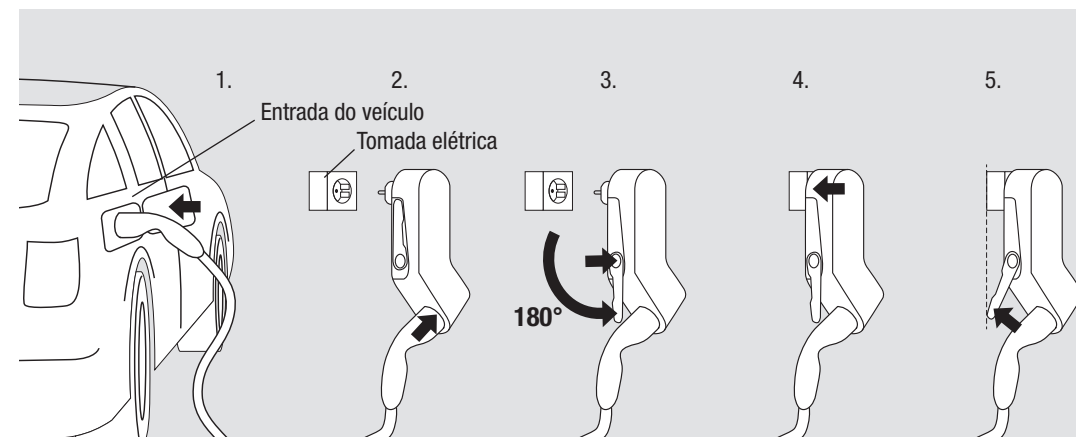

Fig. 2: Sequência de carregamento
- Opere a Mobility Dock apenas na vertical, suspensa e suportada numa tomada de parede, para evitar que se arranque da tomada (ver Fig. 2). As cargas pesadas podem danificar a Mobility Dock e/ou a tomada elétrica.
- Não ligue a Base de Mobilidade da tomada até que a ficha de carregamento esteja ligada à tomada tipo 2 (C). W precziwnym razie gniazdo może ulec uszkodzeniu.
A Mobility Dock é um carregador de emergência de Modo 2, para uso ocasional e portátil. O uso permanente só deve ser efetuado numa posição segura, imobilizada e vertical. Operação apenas em tomadas elétricas montadas na parede e mecânica e eletricamente adequadas (Consultar a Fig. 2, passo 5).